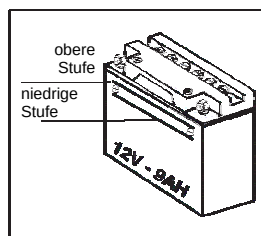

Abb. 44
- 4.1.1 Der Füllstand der Batterieflüssigkeit muss immer in dem Bereich liegen, der für die Batterie angegeben ist. Normalerweise wird ein konstanter Füllstand in einem angegebenen Bereich für ca. zwei Monate oder ungefähr 2000 km beibehalten (Abb. 44).